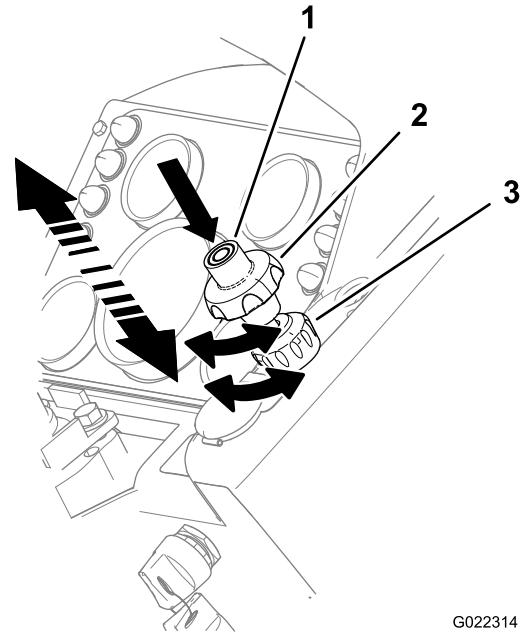

Bild 23
- Drücken Sie auf die mittlere Gasbedienungstaste und **ziehen** Sie gleichzeitig die Gasbedienung heraus, um die Motordrehzahl zu **erhöhen** (Bild 23).